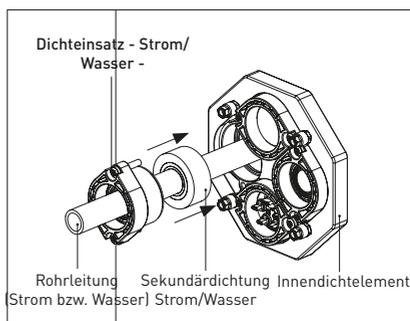

Abbildung 12.4: Montage Dichteinsatz - Strom/Wasser - innenseitig
- Schieben Sie den **Dichteinsatz - Strom/Wasser** - mit der Gummidichtung voraus über die Rohrleitung bis in das Innendichtelement des **PSI WallIn W Bauherrenpakets Wand**. Beachten Sie, dass die Schraublöcher am Dichteinsatz und die Kernlöcher im Innendichtelement übereinander liegen (s. Abbildung 12.4).